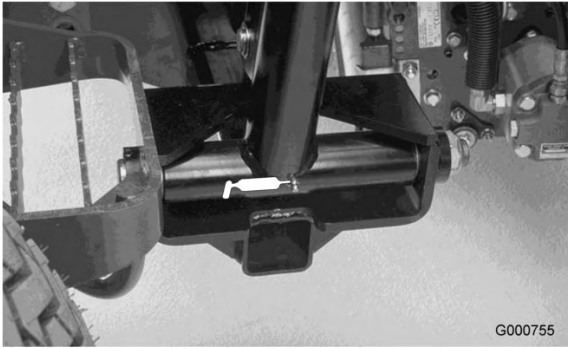

Figura 47
- Pivote del brazo de elevación (3) (Figura 47)